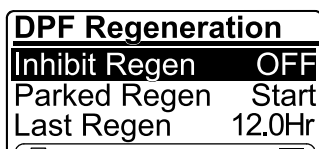

Figure 39
2. Appuyez sur le bouton droit pour faire passer le paramètre Inhibit Regen de On à Off (Figure 39) ou inversement (Figure 39).